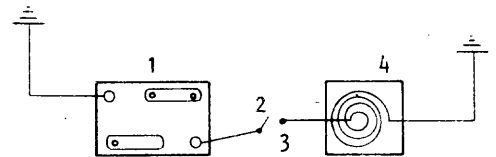

Fig. 2
*FUNCIONAMIENTO DEL SISTEMA* (fig. 2)